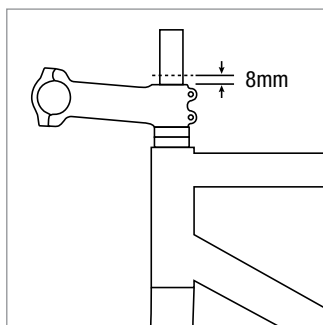

Figure 5
7. Installez la potence sur le pivot en veillant à ce qu'elle soit à fleur contre les entretoises. Veillez à ce que le tube de pivot dépasse d'au moins 8 mm (Fig. 5).